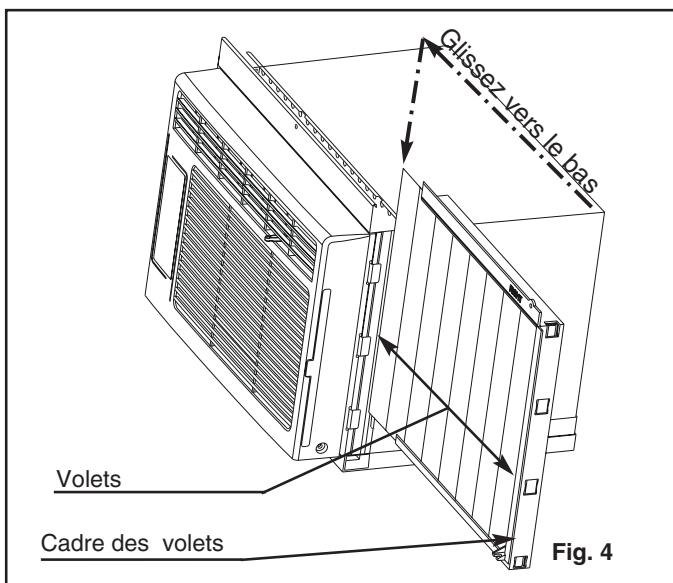

Fig. 4
- Étendez les volets et glissez-les dans les supports de volets sur le canal latéral du climatiseur comme montré dans fig. 4.